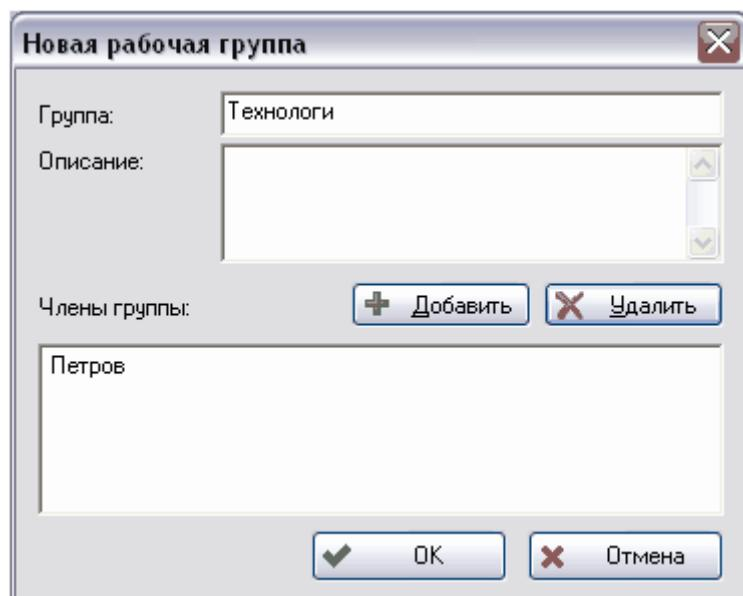

Рис. 15 Новая рабочая группа
2. В появившемся диалоговом окне введите соответствующие параметры (Рис. 15).
4. После этого новый пользователь появится в окне **Новая рабочая группа** в окошке **Члены группы** (Рис. 15). Добавление новых пользователей рассмотрено в разделе 4.1.1.2.